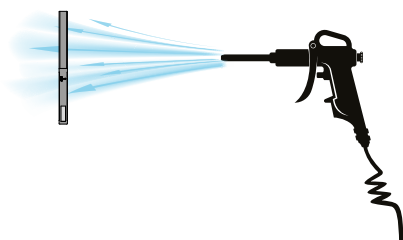

Fig. 3
3. Souffler doucement sur les filtres avec de l'air comprimé pour ne pas endommager la structure (fig. 3).